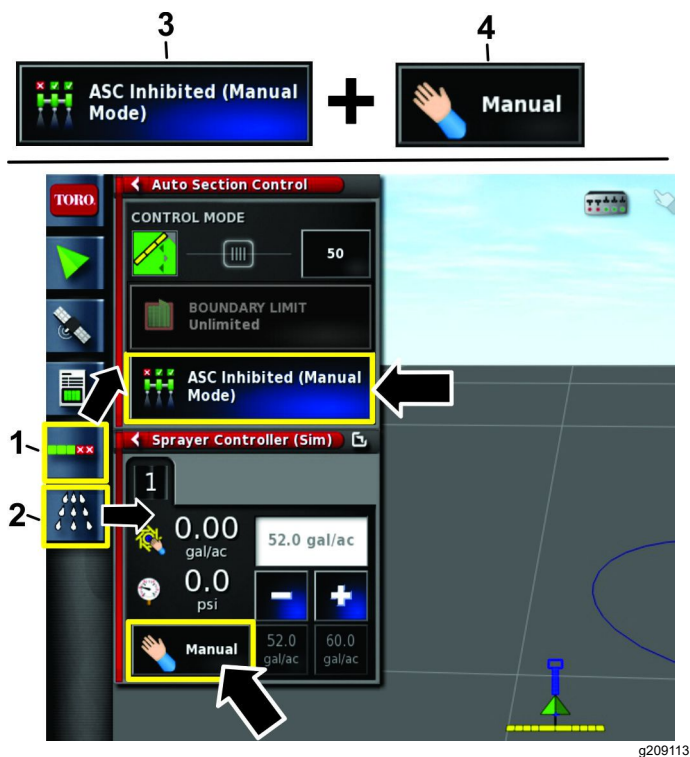

图 114
1. 按“自动喷洒臂段控制配置”图标和“打药车控制器”图标 图 114。
2. 按喷洒率控制的手动位置 图 114。